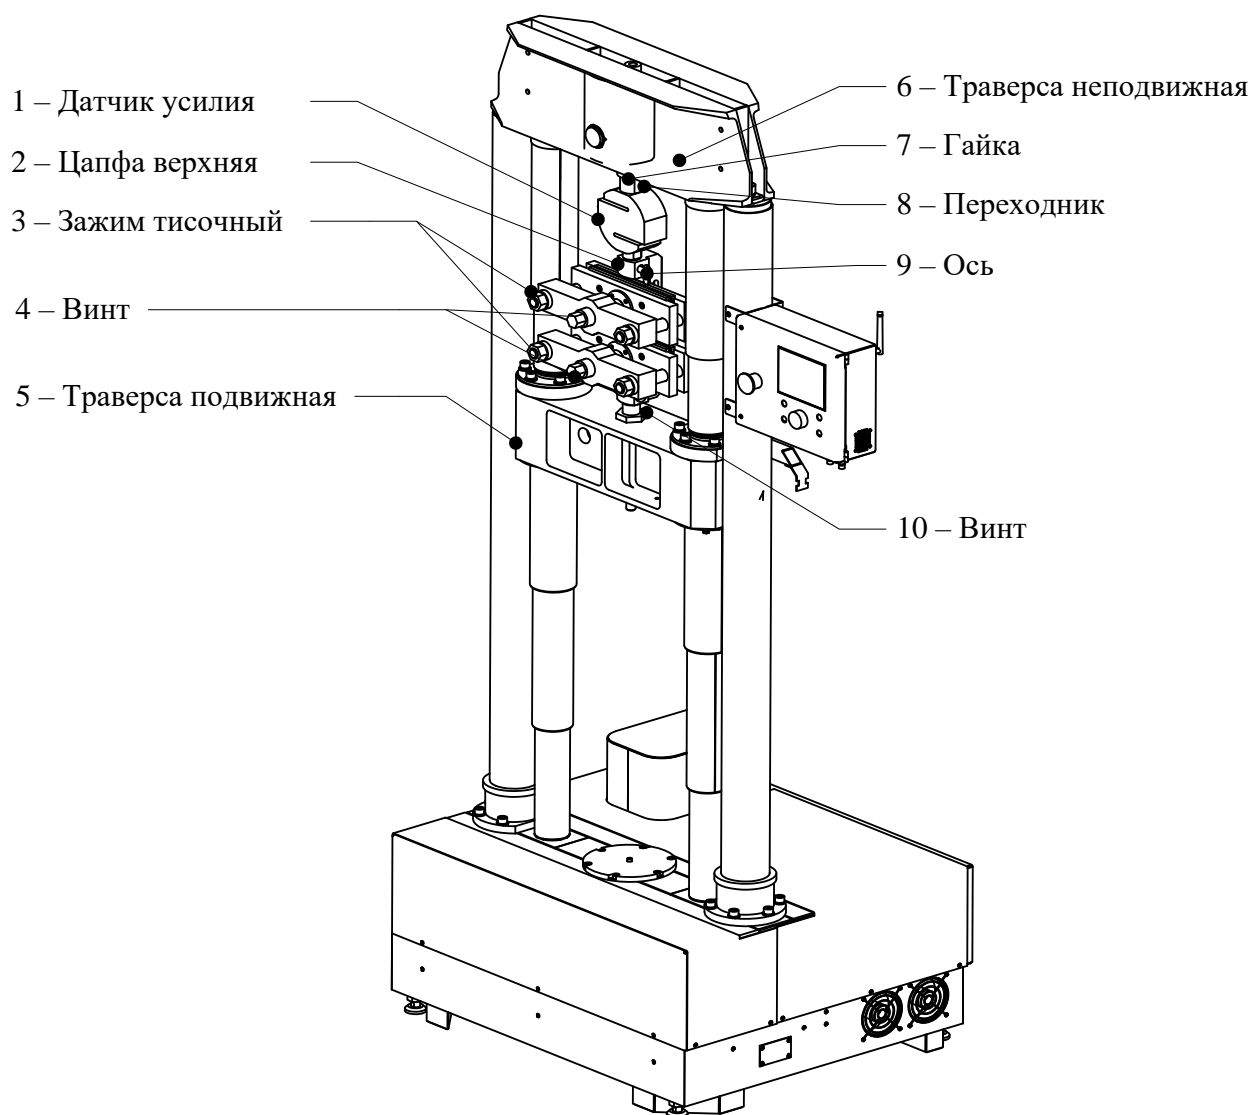

Рисунок 1 – Общий вид тисов, установленных в МРП-20
- 2.3.1 Траверсу подвижную 5 опустить вниз (рис.1).
- 2.3.2 Верхний зажим тисочный 3 закрепить к датчику усилия 1 с помощью цапфы верхней 2, установить в отверстие ось 9 (рис.1).
- 2.3.3 Нижний зажим тисочный 3 закрепить к траверсе подвижной 5 с помощью винта 10 (рис.1).